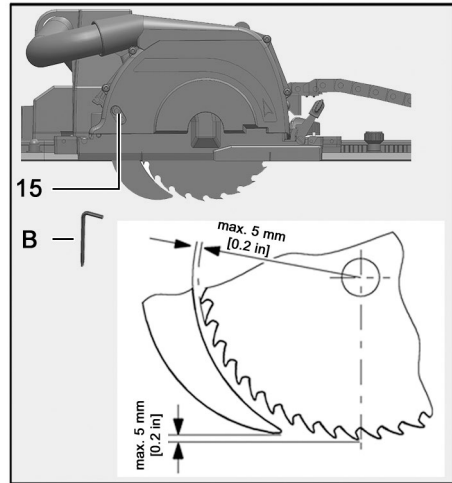

Fig. 60: Distancia de la cuña de partir a la hoja de sierra
- Respetar la distancia máxima con el disco de sierra (ver fig. 60).